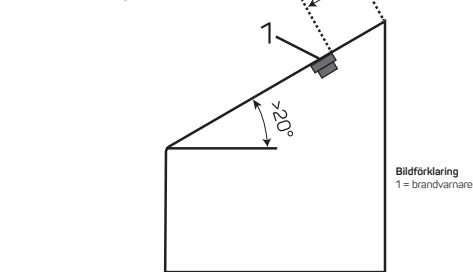

Bild 6a
- I rum där taket lutar mer än 20 grader mot horisontalplanet kan en värmeficka bildas högst upp i taket vilket medför att rök inte kommer in i brandvarnaren. Därför måste brandvarnare i sådana rum sättas upp minst 0,5 m – men högst 1 m – från takets högsta punkt. Se bild 6a och 6b.